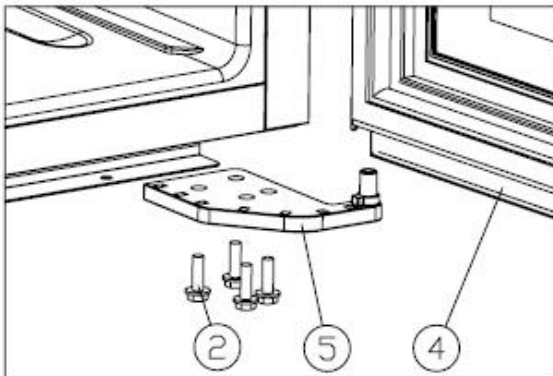

Abb. 2
- ✧ Die M5*16-Schrauben lockern, das untere Scharnier entfernen^⑤. [Abb. 2]